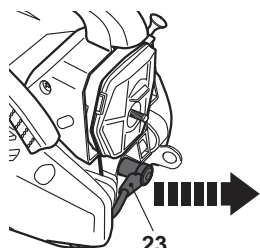

Fig. 61
1. Démontez le couvercle du filtre (20) de la manière décrite ci-dessus. Débranchez le connecteur de la bougie (23) (Fig. 61).